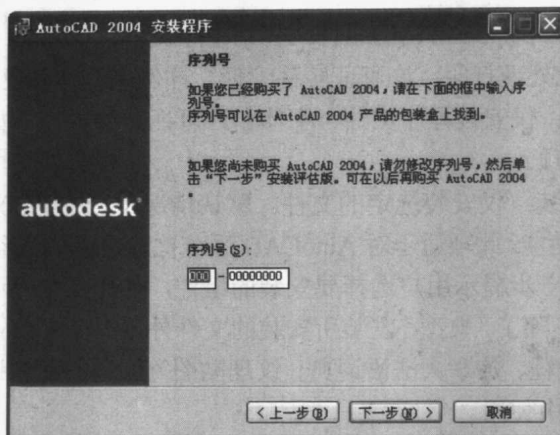

图 1-3 输入序列号和 CD 号
6. 单击“下一步”按钮后,屏幕出现如图 1-3 所示的对话框。输入 AutoCAD 2004 包装盒上的序列号和 CD 号,单击“下一步”按钮。